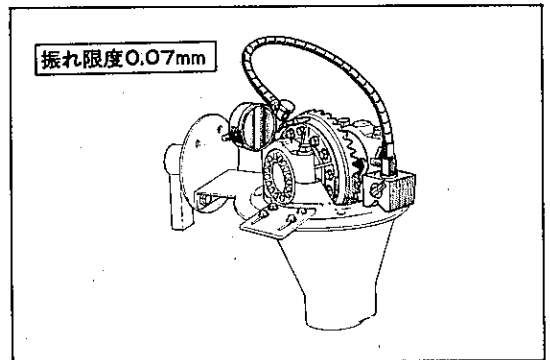
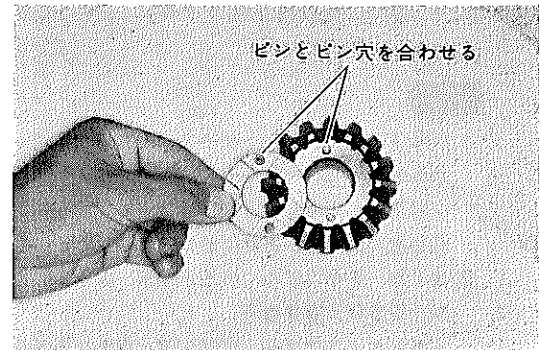

図4-5-46 リング ギヤ振れ点検 Z1435
図4-5-54 メンバ スラスト ワツシヤの組み付け P7379
- ⑧ケース カバーの組み付けはクラッチ メンバ組み付け後、図4-5-46の⑩～⑫までを一体にして組み付ける。 (図4-5-54参照)